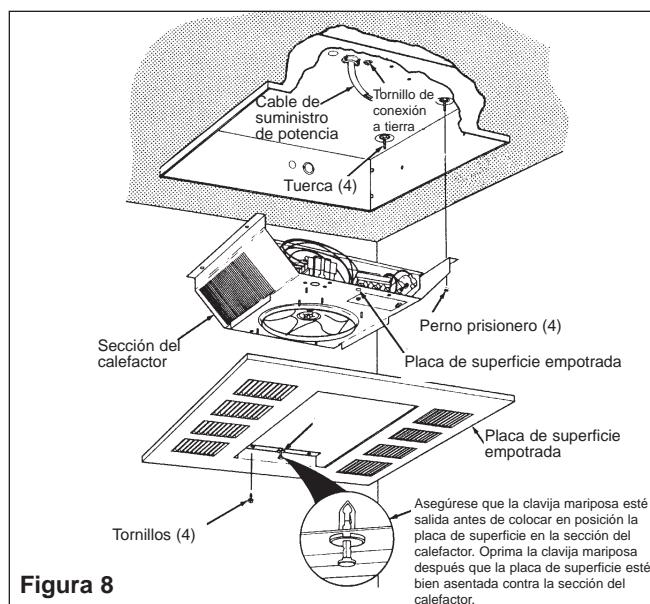

Figura 8
12. Coloque en posición la sección del calefactor sobre los pernos prisioneros en la caja de de montaje empotrada (Figura 8).
- Empuje la sección del calefactor sobre los pernos prisioneros y ajuste bien las cuatro tuercas (provistas) en los pernos prisioneros para asegurar la sección del calefactor a la caja de montaje empotrada (Figura 8).
15. Extraiga la placa de superficie empotrada (Figura 8) de la caja que contiene el cerramiento de montaje empotrado, Tipo REA.
- Instale y ajuste bien cuatro tornillos (provistos) para asegurar la placa de superficie empotrada a la sección del calefactor (Figura 8).